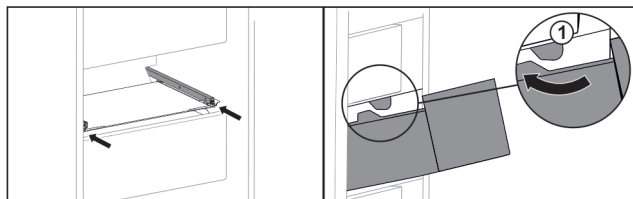

Fig. 125
- Før skuffen rundt stopperne Fig. 125 (1).